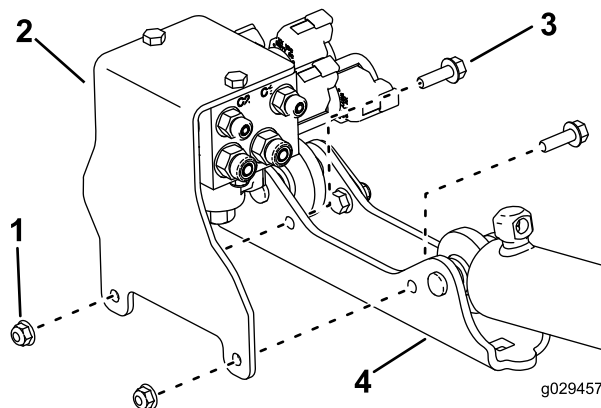

Figura 5
- Retire el soporte de las válvulas de la placa de montaje de los cilindros (Figura 5).